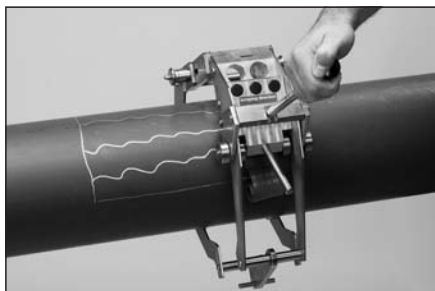

Рис. 7
- Для чистки трубы потяните рычаг привода (4) в радиальном направлении (рис. 7).